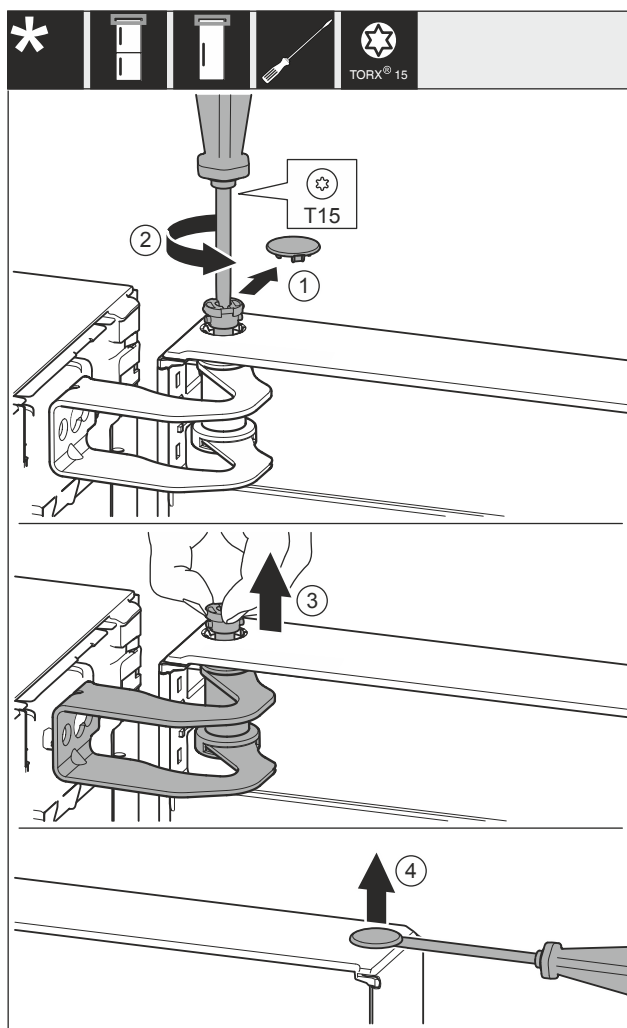

Fig. 28
- Wyjąć ostrożnie osłonę Fig. 28 (1).
- Wykręcić nieco sworzeń Fig. 28 (2) przy pomocy śrubokręta.
- Wyciągnąć sworzeń Fig. 28 (3) palcami.
- Podważyć ostrożnie osłonę Fig. 28 (4) śrubokrętem i wyjąć.